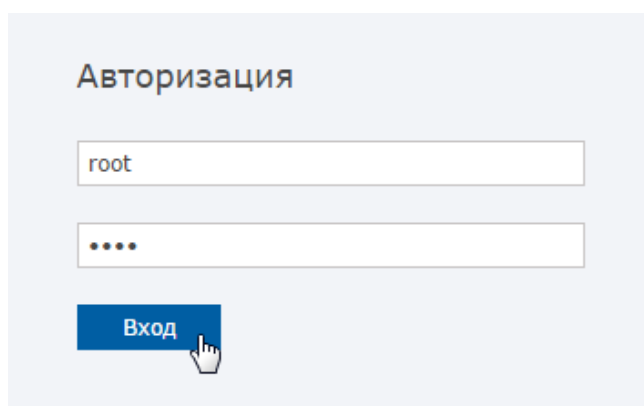

Рисунок 9.35 — Веб-интерфейс. Окно авторизации.
3. Введите данные авторизации и нажмите на кнопку **Вход** (рисунок 9.35).